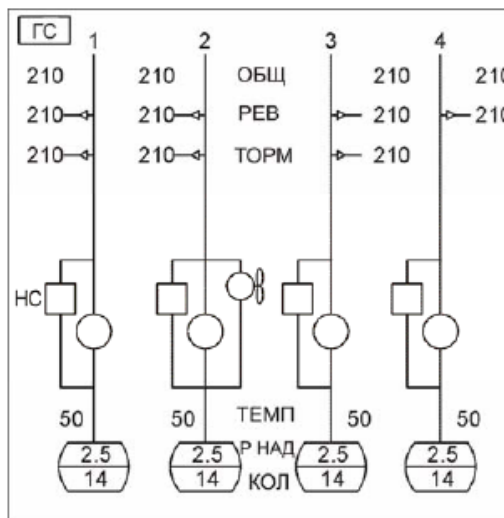

Рис. 4.13 МНЕМОКАДР № 1 "ГС" ("ГИДРОСИСТЕМА")
**Контроль состояния и параметров гидравлической системы с помощью КИСС.** Комплексная информационная система отображает информацию о состоянии и параметрах гидросистемы на экранах КИСС (рис. 4.13 и 4.14).
Кроме сигналов об отказах, на экране КИСС могут быть поочередно изображены два мнемокадра (рис. 4.13 и 4.14):
На рис. 4.13 - вариант мнемокадра № 1, соответствующий нормальному состоянию системы.